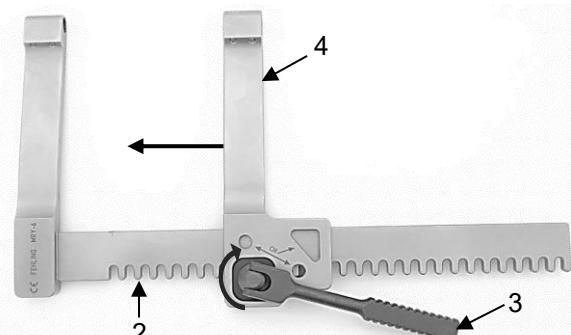

Fig. 17
Veiller à ce que les deux bras écarteurs soient orientés dans le même sens comme indiqué à la Figure 17.
Tourner le levier d' entraînement (3) dans le sens horaire pour déplacer le bras écarteur mobile (4) sur la crémaillère (2) vers l'intérieur dans le sens du bras écarteur fixe (1) (Fig. 17).